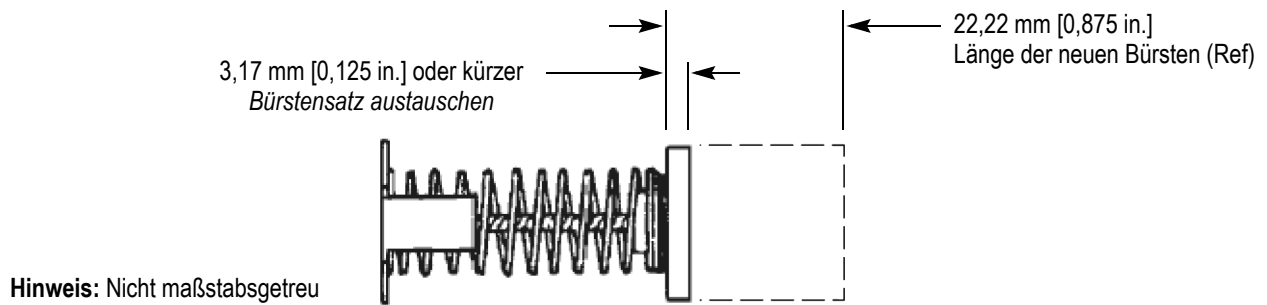

Abbildung 8
4. Ist die Bürste auf 3,17 mm [0,125 in.] herunter oder kürzer, muss der Bürstensatz ausgetauscht werden. Siehe Abbildung 8.